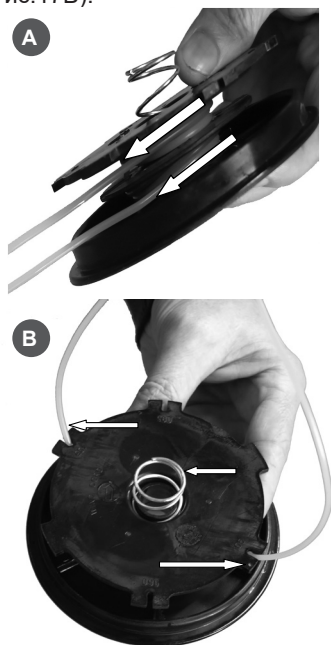

Рис. 17
3. Намотайте корд плотно с натягом по часовой стрелке в пазы на катушке (Рис.17А). Вставьте концы корда в пазы на корпусе катушки. Убедитесь в наличии пружины в катушке (Рис.17В).